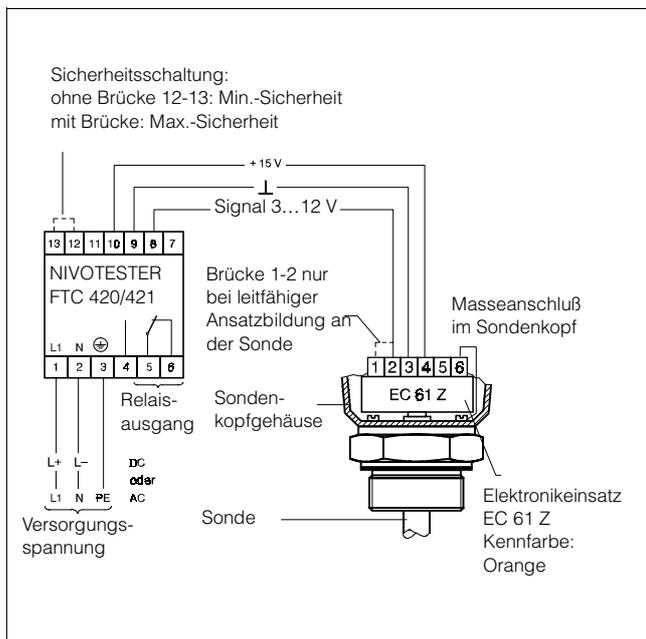

Fig. 6
- Fig. 6 zeigt den Anschluß Sonde-Nivotester FTC